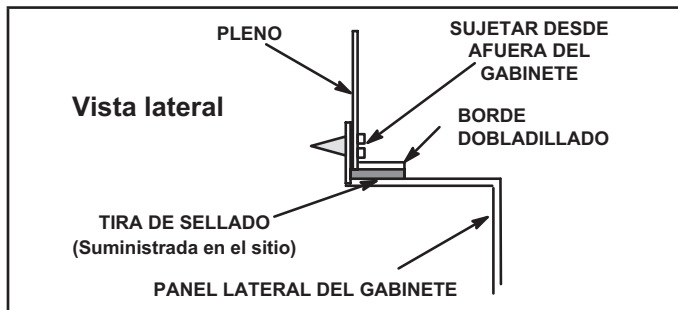

FIGURA 9
- 1 - El borde inferior del pleno debe bridarse con un borde dobladillo (ver la FIGURA 9).